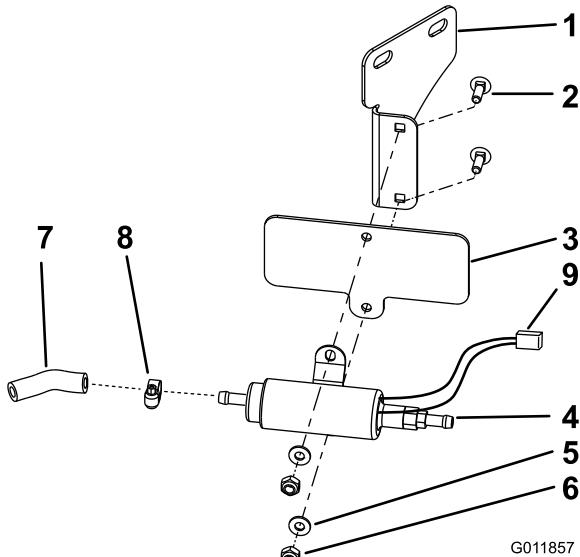

Figure 8
1. Montez la nouvelle pompe à carburant sur la plaque de protection et le support de la pompe à carburant droite au moyen de 2 boulons de carrossier (1/4 x 3/4"), 2 rondelles (1/4 pouce) et 2 contre-écrous (1/4 pouce) (Figure 8).
Remarque: La pompe à carburant doit être montée comme illustré à la Figure 8 avec les câbles du côté droit.